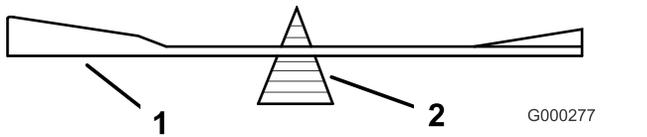

Figura 103
- Controllate l'equilibrio della lama posizionandola su un bilanciatore (Figura 103).